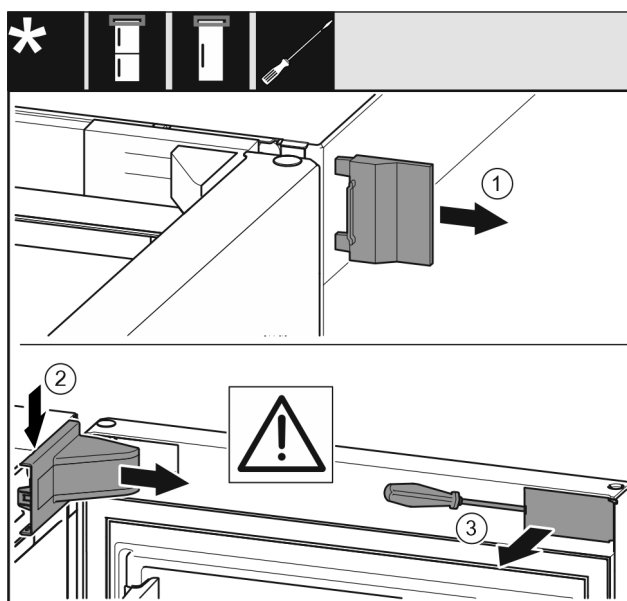

Fig. 12 *
- Skinite vanjski poklopac Fig. 12 (1).*
- Podignite i skinite pokrov podloška ležaja Fig. 12 (2).*
- Odvijačem s ravnom glavom odvojite masku Fig. 12 (3) i zakrenite je na stranu.*